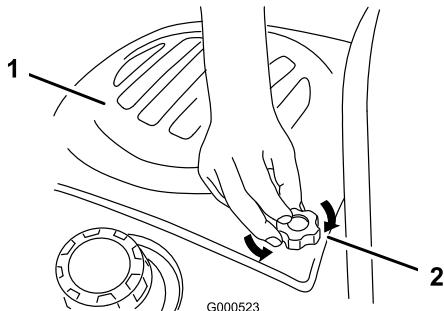

Figure 17
- Pour déposer le capot, desserrez les boutons, tirez le capot en arrière puis soulevez-le (Figure 17).
- Serrez les boutons dans le capot du moteur (Figure 17).